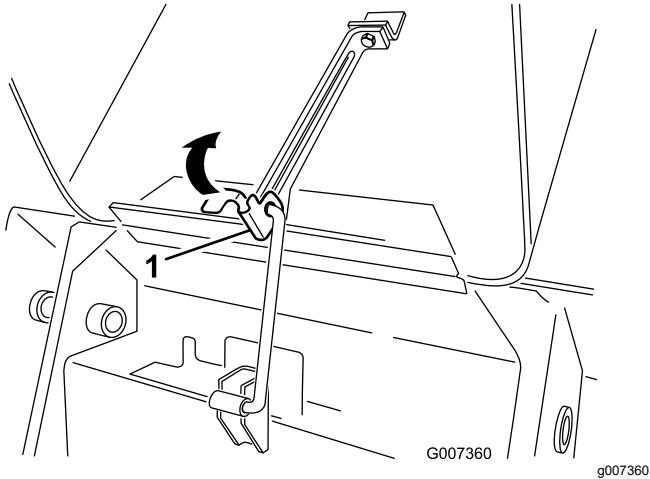

Figura 25
1. Alzate la linguetta che fissa l'asta di supporto (Figura 25).